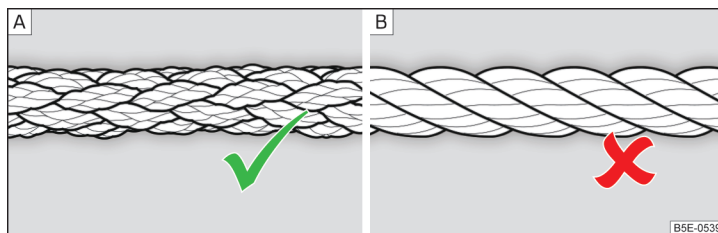

Fig. 189 Cable para remolcar trenzado / Cable para remolcar en espiral
Para el remolque por medio de un cable de remolque, usar solamente un cable de fibra plástica tejida » fig. 189 - [A] » **!**.
- Para remolcar no debe utilizarse ningún cable de remolque en espiral » fig. 189 - [B], la argolla de remolque puede desenroscarse en el vehículo. - ¡Existe peligro de accidente!